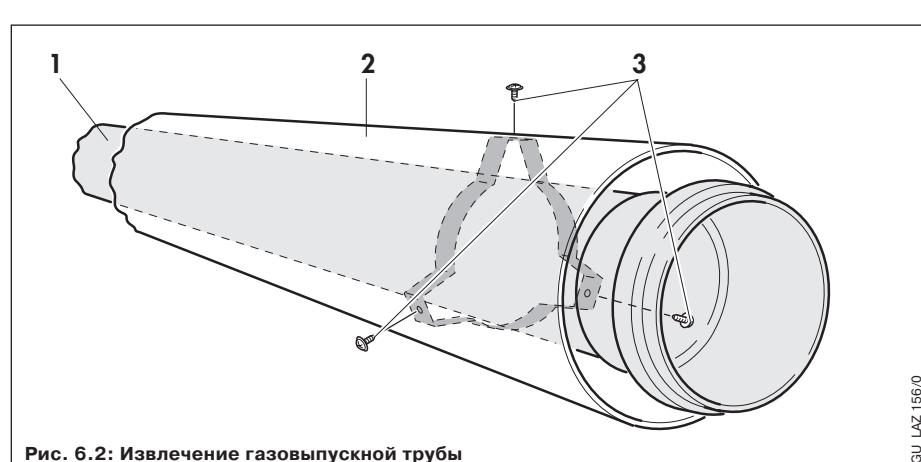

Рис. 6.2: Извлечение газовыпускной трубы
**☞ Удлинительные секции** поставляются в не смонтированном состоянии, чтобы для раздельного укорачивания воздушной и газовыпускной труб не требовался их демонтаж. После укорачивания соедините друг с другом воздушную и газовыпускную трубу (см. рис. 6.2), ввернув прилагаемые винты (**3**) через отверстия, просверленные в воздушной трубе (**2**), в распорный элемент газовыпускной трубы (**1**).